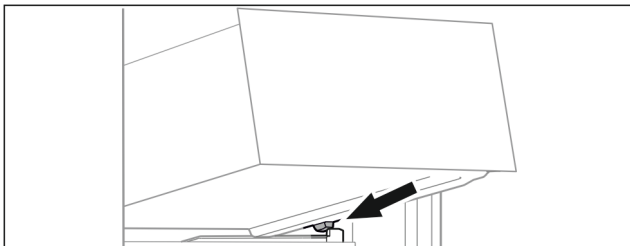

Fig. 64
- Lade schuin achter de stoppers op containerrib plaatsen. (zie Fig. 64)